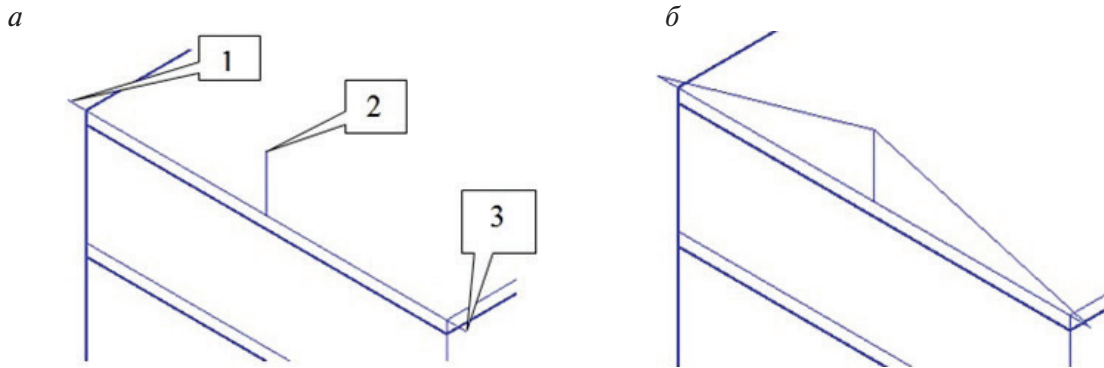

Рис. 3.2.18. Свес крыши и высота крыши:
- свес крыши в виде отрезка длиной 500 мм на главном и дворовом фасаде здания, точки 1 и 3 (рис. 3.2.18, а);
- вертикальный отрезок посередине торцевой стены здания высотой 2500 мм, точка 2 (рис. 3.2.18, а).
Лента → Главная → Рисование → Отрезок  (рис. 3.2.18, а).
Перед соединением точек 1 и 2, 2 и 3 **отключите режим ОРТО** , включите **Объектную привязку**  **Контотчка**, выбрав ее из списка **Объектных привязок**  **Строки состояния**. Командой **Отрезок** соединим точки 1, 2 и 3 (рис. 3.2.18, б);